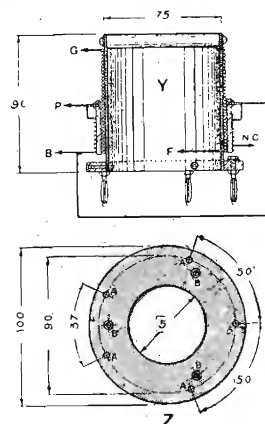

Fig. 4 - Dettagli del trasformatore AF per onde medie. Z è la basetta del trasformatore. A sono i fori per le bussole, B quelli per le viti di fissaggio.
Gli avvolgimenti del trasformatore come pure la costruzione del supporto sono visibili a fig. 4.
lizzazione. Due di queste striscie di spazamento portano alle loro estremità superiori una vite per fissare i capi del primario e dell'avvolgimento di neutralizzazione. Le teste di queste viti sono profondamente affondate per evitare ogni rischio di cortocircuito all'avvolgimento del secondario. Le striscie che portano le viti sono collocate vicino alle spine alle quali esse verranno collegate e non diametralmente opposte come si vede in figura 4 che è disegnata così affinché i collegamenti risultino chiari. Le connessioni dei vari capi sono indicate in fig. 4 dalle lettere P, NC, B, G e F che rappresentano i collegamenti alla placca (della valvola precedente), al neutrocondensatore, alla batteria AT, alla griglia e al filamento (della rivelatrice). Le spine alle quali sono collegate le estremità degli avvolgimenti sono visibili nello schema costruttivo nel quale lettere corrispondenti si trovano sulla base. Poiché il trasformatore è il componente più importante in un amplificatore AF, la massima cura va presa nella sua costruzione e solo i migliori materiali vanno usati. Il filo Litz va usato molto accuratamente e le estremità vanno denudate grattando delicatamente per evitare la possibilità di rompere qualcuno dei sottilissimi fili.
La basetta nella quale sono inseriti i trasformatori AF intercambiabili consiste di un anello di ebanite le cui dimensioni sono visibili in fig. 4 (Z). Essa è fissata alla basetta per mezzo di tre viti e porta quattro bussole e una spina la quale serve per il collegamento al positivo dell'alta tensione (segnato B nello schema costruttivo) e corrisponde alla unica bussola sui trasformatori. Come già detto, ciò impedisce ogni possibilità di inserire in modo errato. Come nel caso della basetta della bobina di griglia i gambi di queste bussole e spine sono affondati nell'ebanite per impedire che si faccia contatto con la base o, alternativamente, la base può essere elevata per mezzo di ranelle di ebanite sotto le viti di fissaggio.